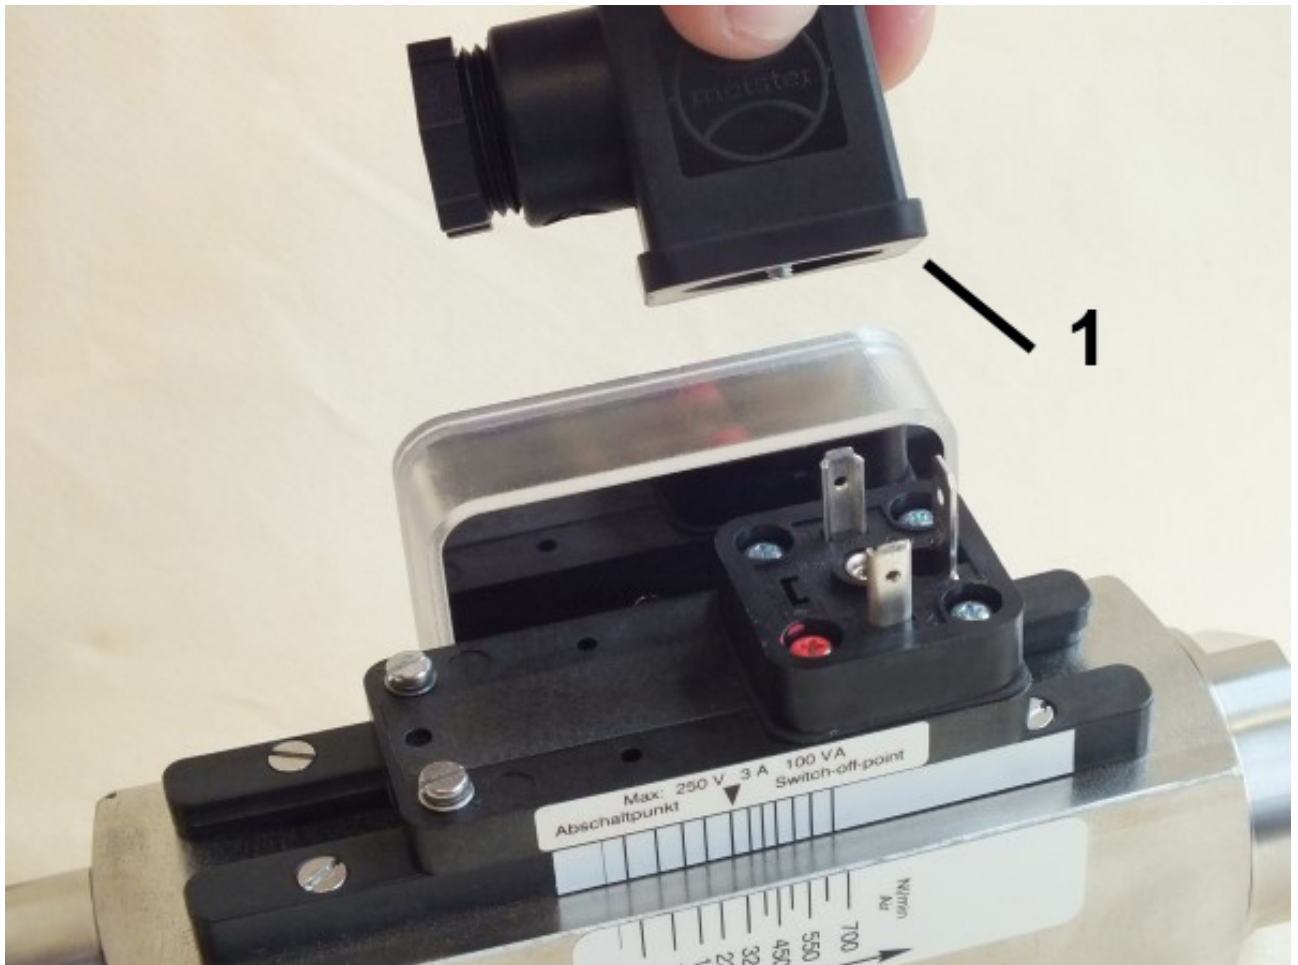

Abb. 70: Steckerdose abziehen
2. ➤ Steckerdose mit dazugehöriger Dichtung (Abb. 70/1) nach oben abziehen